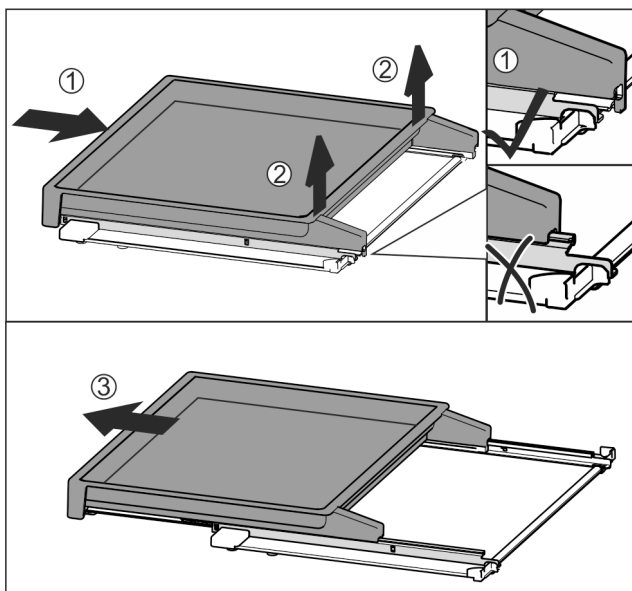

Fig. 108
- ▶ Spingere completamente il ripiano estraibile Fig. 108 (1).
- ▶ Staccare il blocco sul lato posteriore Fig. 108 (2).
- ▶ Estrarre in avanti il ripiano estraibile Fig. 108 (3).